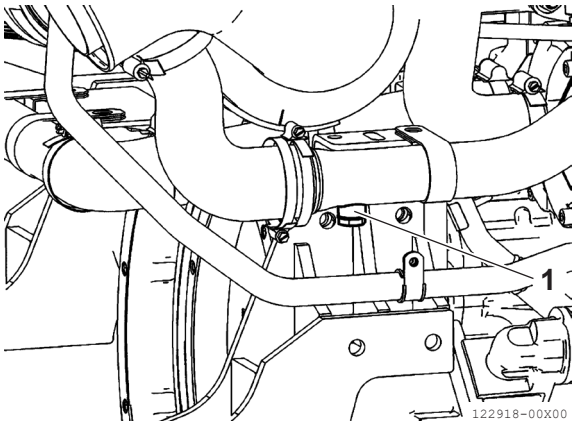

Figura 12
5. Rimuovere il tappo (**Figura 12, (1)**) e, durante il montaggio, serrarlo alla coppia specificata.